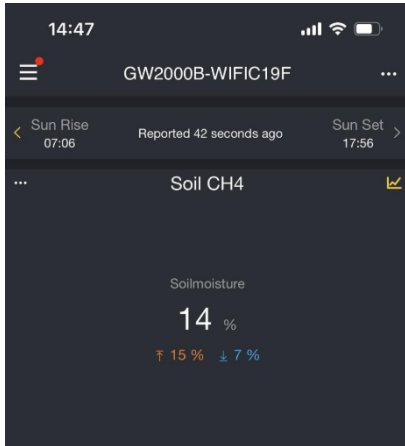

Abbildung 6
1. Öffnen Sie die Ecowitt-App, tippen Sie auf „Meine Geräte“, wählen Sie Ihr Gateway aus und suchen Sie die ID Ihres alten Sensors. Beispielsweise befindet sich die Sensor-ID Ihres WH51L auf Bodenkanal 4, wie in Abbildung 6.